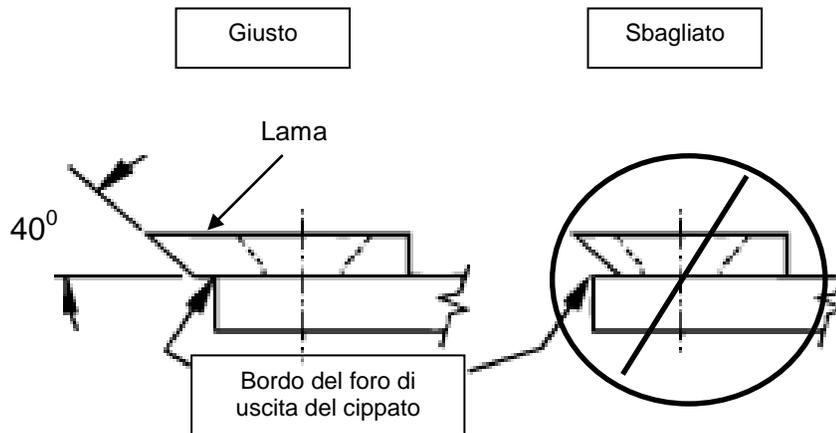

Fig. 9
3. Affilare la lama rettificando il filo a 40° (v. Fig. 9 di seguito). Non è necessario rimuovere tutte le tacche dal filo della lama. **ATTENZIONE:** durante l'affilatura, non surriscaldare la lama, per evitare di comprometterne le proprietà di durezza ottenute per mezzo del trattamento termico, riducendone così la durata utile. Se il bordo che si sta affilando cambia colore, significa che sta accumulando calore.
4. La lama del cippatore può essere affilata ripetutamente, ma occorre sostituirla quando non sporge più sul foro di uscita del cippato nella contropiastra della girante oppure in caso di vibrazioni aumentate (v. Fig. 9).